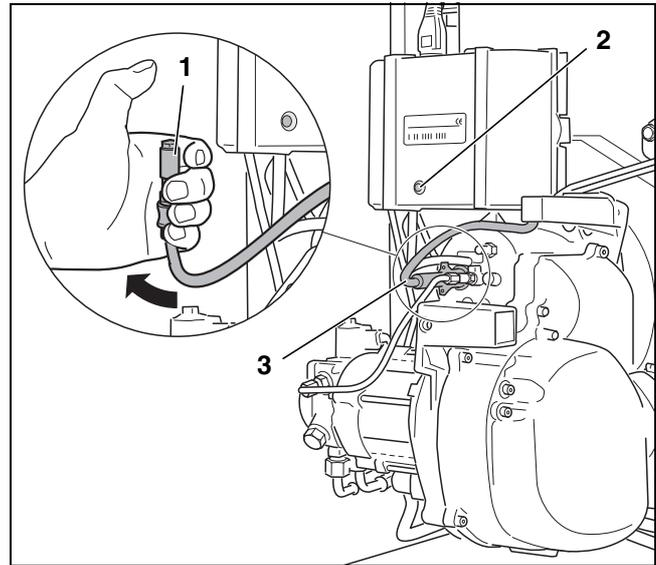

Bild 23 Flammenfühler auf Funktion prüfen
- ▶ Flammenfühler bei laufendem Brenner am vorgesehenen Griff aus der Halterung ziehen (→ Bild 23, [3]).
- ▶ Flammenfühler gegen Licht halten (→ Bild 23, [1]). Es muss nach Wiederanlauf eine Störabschaltung erfolgen.
- ▶ Nach einer Wartezeit von ca. 30 Sekunden den Feuerungsautomaten durch Drücken des Entstörtasters (→ Bild 23, [2]) entriegeln.